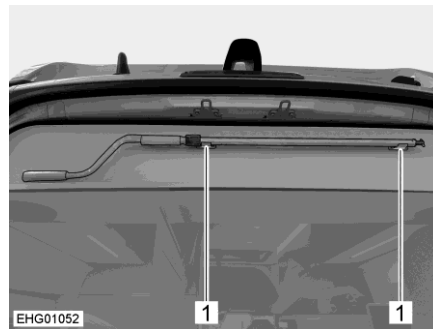

Bild 13 Vev i hållare (tilläggsutrustning)
- ▷ Veven till markisen levereras som standard lös. Som tilläggsutrustning finns en hållare (Bild 13,1) till veven.